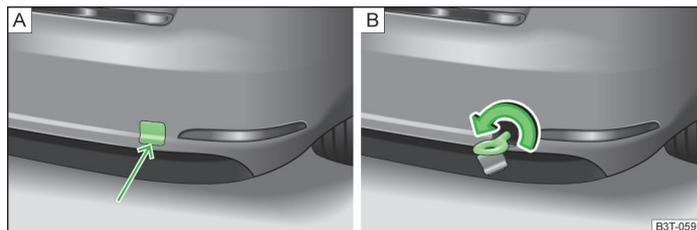

Abb. 188 Hinterer Stoßfänger: Ausbau der Abdeckkappe / Einbau der Abschleppöse
- Auf den unteren Bereich der Abdeckkappe im hinteren Stoßfänger drücken » Abb. 188 - A und diese herausnehmen.
- Die Abschleppöse nach links bis zum Anschlag einschrauben » Abb. 188 - B und diese so fest wie möglich anziehen. Für das Festziehen empfehlen wir, z. B. den Radschlüssel, die Abschleppöse eines anderen Fahrzeugs oder einen ähnlichen Gegenstand zu verwenden, der durch die Öse gesteckt werden kann.